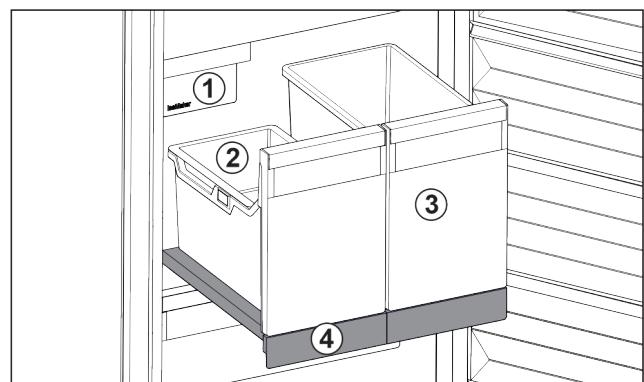

Fig. 79 Выдвижная панель с IceTower
- (2) Подвесной лоток для кубиков льда
- (4) Выдвижная панель
На выдвижной панели находятся два высоких контейнера (IceTower). В контейнере Fig. 79 (2) собираются и хранятся кубики льда из IceMaker. Контейнер Fig. 79 (3) подходит для хранения высоких продуктов, таких, как пицца или алкогольные напитки.